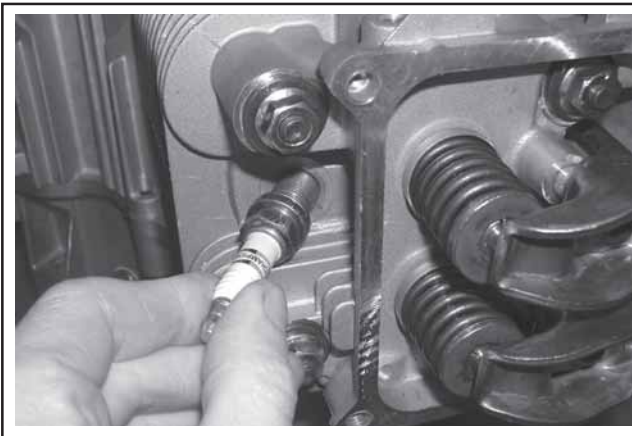

Figura 11-44. Installazione delle candele.
3. Installare le nuove candele e serrarle a **24,4-29,8 N·m (18-22 ft. lb.)**. Vedere Figura 11-44.